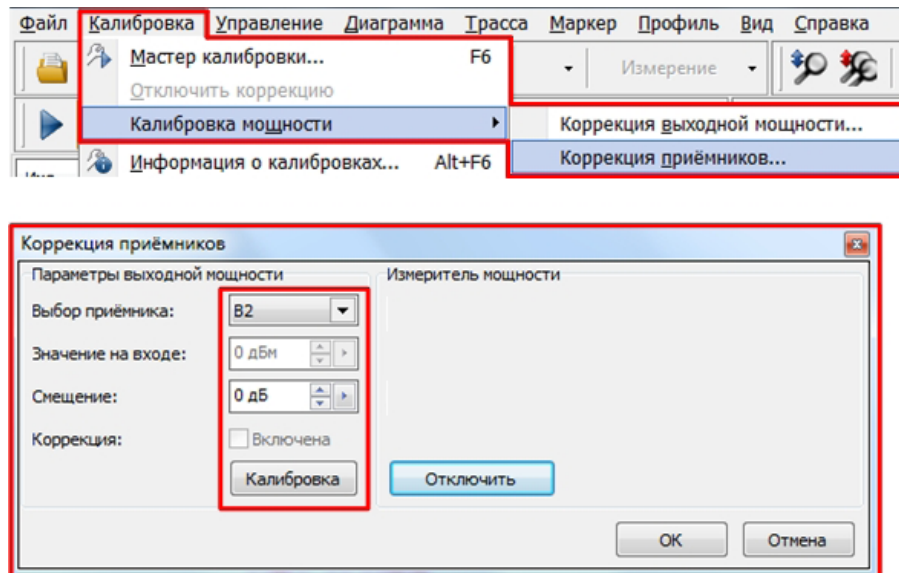

Рис. 15. Настройка калибровки приёмника
6. Проводим калибровку приёмника второго порта в частотном диапазоне соответствующем выходному диапазону умножителя (в нашем случае 12...26 ГГц). Для этого в главном меню выбираем Калибровка -> Калибровка мощности -> Коррекция приёмников. В окне «Коррекция приёмников» нажимаем кнопку «Калибровка» (рис. 15). Далее следуем указаниям помощника.